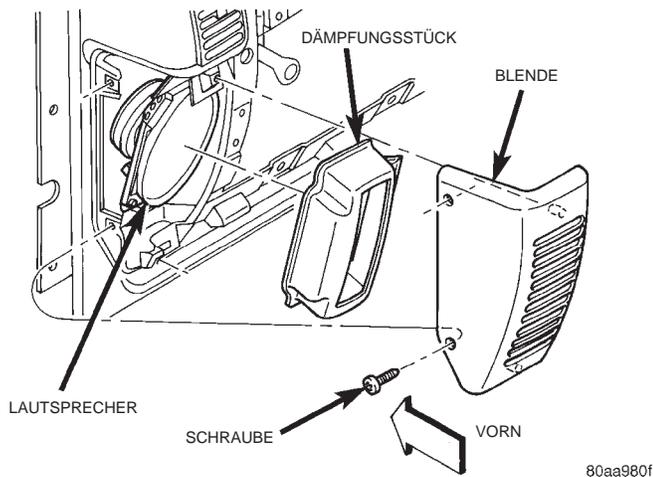

Abb. 5 Blende des Instrumententafellautsprechers aus- und einbauen
(1) Batterie-Minuskabel (-) abklemmen und elektrisch isolieren.
(2) Die beiden Schrauben lösen, mit denen das äußere Ende der Lautsprecherblende an der Instrumententafel befestigt ist (Abb. 5).